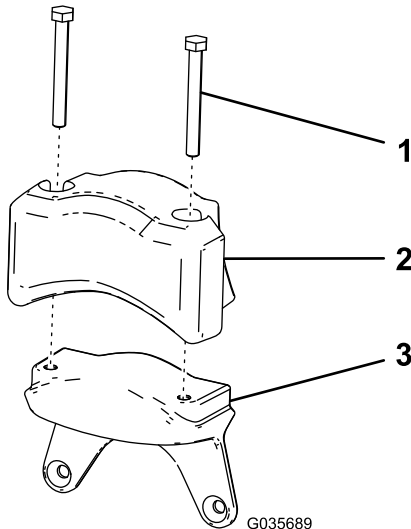

Bild 8
1. Befestigen Sie das elektrische Gegengewicht und die beiden Sechskantschrauben (5/16" x 2³/₄"), die Sie im Schritt Entfernen des elektromotorbetriebenen Gegengewichts \(Seite 4\) entfernt haben, am neuen Gewicht (Bild 8).